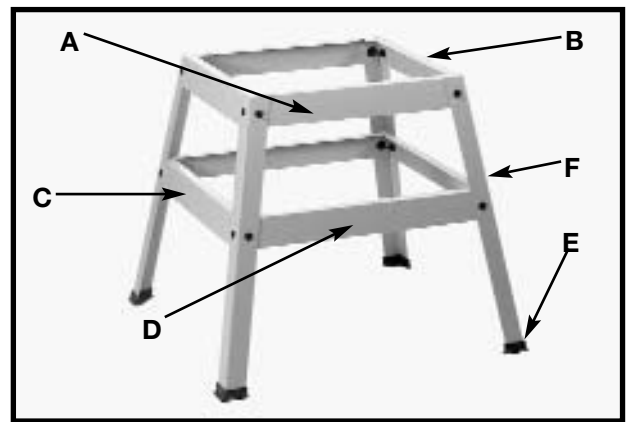

Fig. 4C
1. Monte la base de soporte de la manera que se muestra en la Fig. 4C, utilizando 16 pernos de M8x1.25x20mm carruaje, 3/8 plug, arandelas planas y M8x1.25 tuercas hexagonales. No apriete completamente los herrajes en este momento. Hay letras estampadas en las ménsulas de la base de soporte para facilitar el montaje.
2. Monte los pies de goma (E), Fig. 4C, en la parte inferior de cada pata (F) de la manera que se muestra en la ilustración.